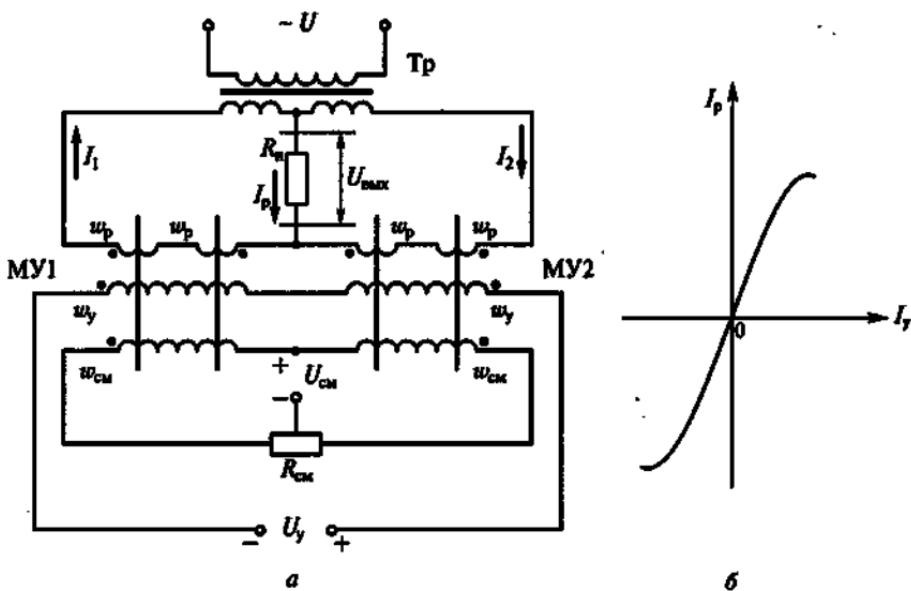

Рис. 276
12.26. На рис. 276, а приведена дифференциальная схема реверсивного магнитного усилителя, состоящего из двух нереверсивных магнитных усилителей МУ1 и МУ2. При подаче напряжения смещения U_{cm} статические характеристики усилителей МУ1 и МУ2 смещаются в разные стороны, в результате чего статическая характеристика реверсивного усилителя определяется как разность характеристик нереверсивных усилителей (рис. 276, б).
12.27. Чему равен в любой момент времени ток I_p в нагрузке с сопротивлением R_h реверсивного магнитного усилителя, показанного на рис. 276, а?
12.28. Как изменится фаза тока в нагрузке I_p реверсивного магнитного усилителя, показанного на рис. 276, при изменении полярности тока управления I_g ?
12.29. Какое утверждение о токах I_1 и I_2 рабочих обмоток усилителей МУ1 и МУ2 в дифференциальной схеме, показанной на рис. 276, верное?
12.30.Р. Коэффициенты усиления по току K_{11} и K_{12} соответственно нереверсивных МУ1 и МУ2 в дифференциальной схеме, показанной на рис. 276, равны 10^3 . Чему равен коэффициент усиления K , реверсивного магнитного усилителя?